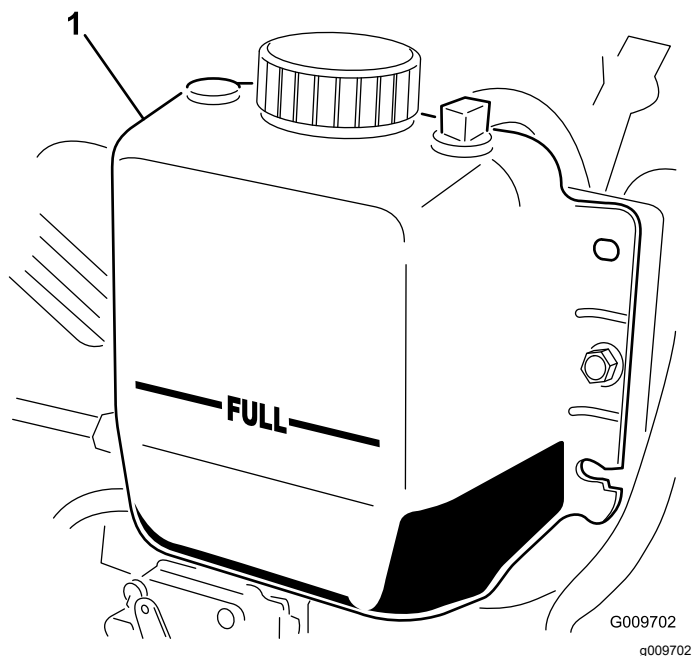

Figura 84
3. Verificați nivelul de lichid de răcire din radiator. Radiatorul trebuie umplut până la partea superioară a bucnului de umplere, iar rezervorul de expansiune trebuie umplut până la marcajul COMPLET (Figura 84).